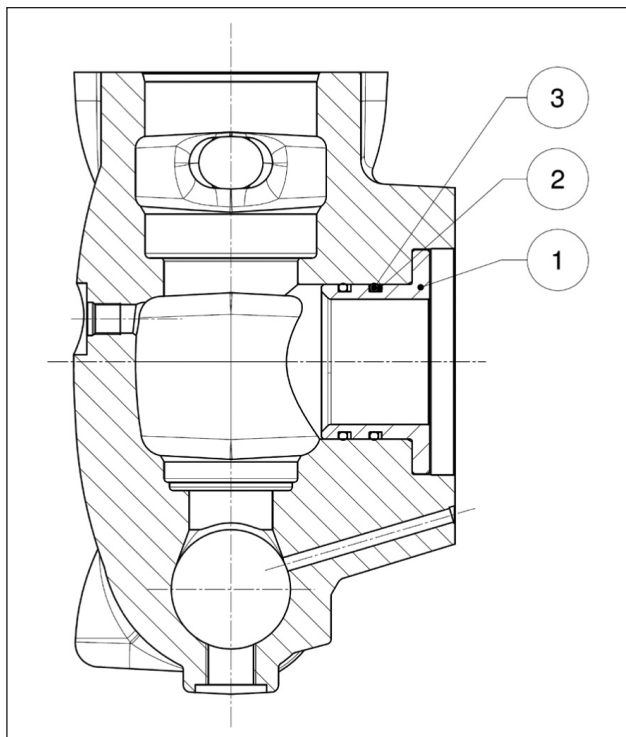
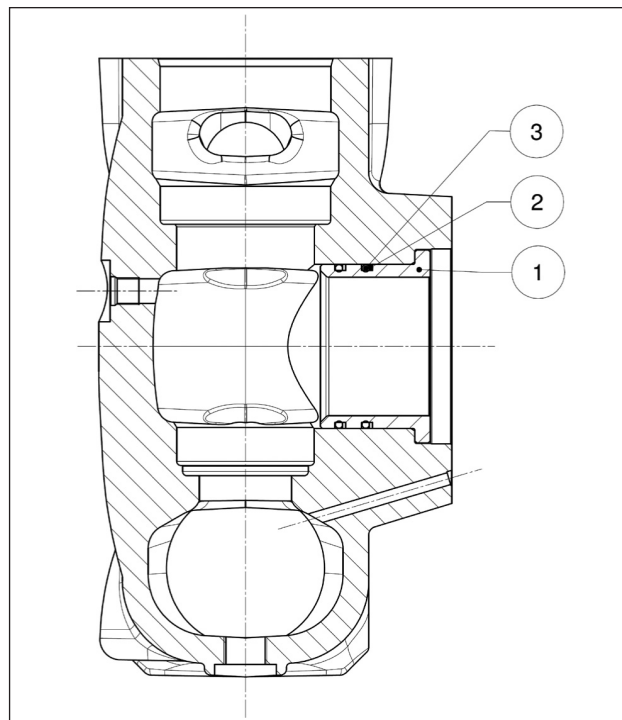

Fig. 148
Fig. 149
O cabeçote trabalhado deve ser montado, ao martelar as buchas (pos. ①) completas com anéis anti-extrusão (pos. ②) e anel circular (pos. ③) conforme representado na Fig. 148, nas versões com pistão Ø40-45-50 e na Fig. 149, nas versões com pistão Ø 55-60-65: